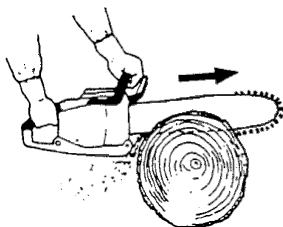

Fig. 19
- Nunca utilice la sierra con una mano solamente. De esa forma, será difícil controlar correctamente la sierra y sufrirá heridas serias al perder el control. Mantenga el cuerpo de la sierra cerca de su cuerpo para mejorar el control y reducir el esfuerzo. Cuando corte con la parte inferior de la cadena, la fuerza reactiva tratará de arrastrar la sierra fuera de sus manos en dirección de la madera que está cortando. La sierra controlará la velocidad de avance y el serrín será lanzado hacia usted. (Fig. 19)